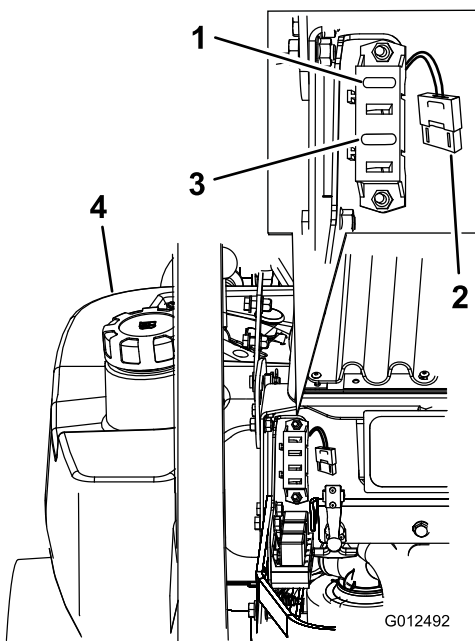

Figura 48
1. Sbloccate il cofano del motore ed alzate lo per accedere al portafusibili (Figura 48).
3. Montate un fusibile nuovo (Figura 48).